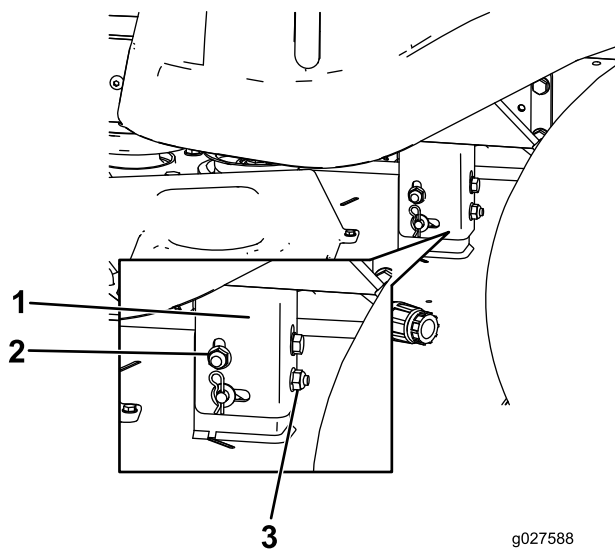

Figura 57
8. Eleve o baje el lado izquierdo de la carcasa de corte girando la tuerca trasera (Figura 57).